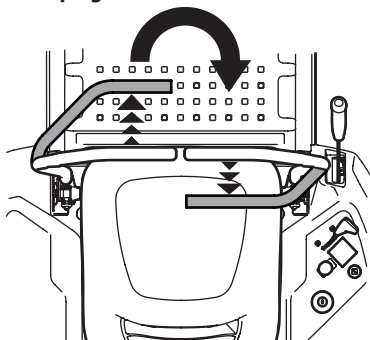

Figure 27
2. Pour tourner dans le sens horaire, déplacez le levier de contrôle gauche de la barre abdominale vers l'avant tout en déplaçant simultanément le levier de contrôle de la barre abdominale droite vers l'arrière. Consultez la Figure 27.